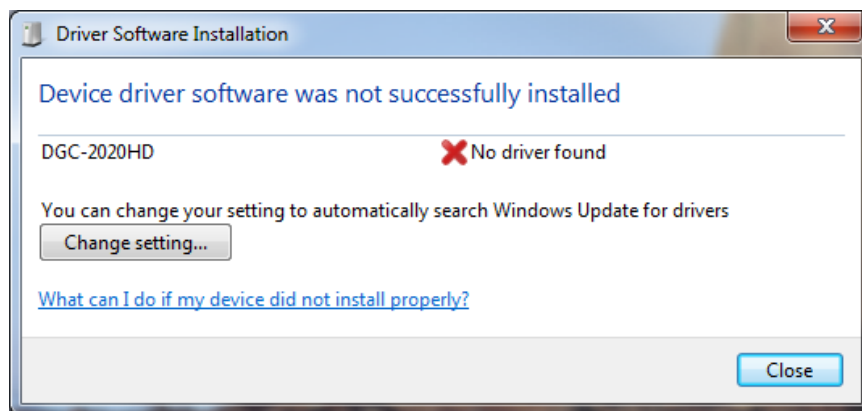

Abbildung 8-1. Installation der Treibersoftware
- Schritt 1. Wenn Meldung aus Abbildung 8-1 angezeigt wird, schließen Sie alle Anwendungen und starten Sie den Computer neu.